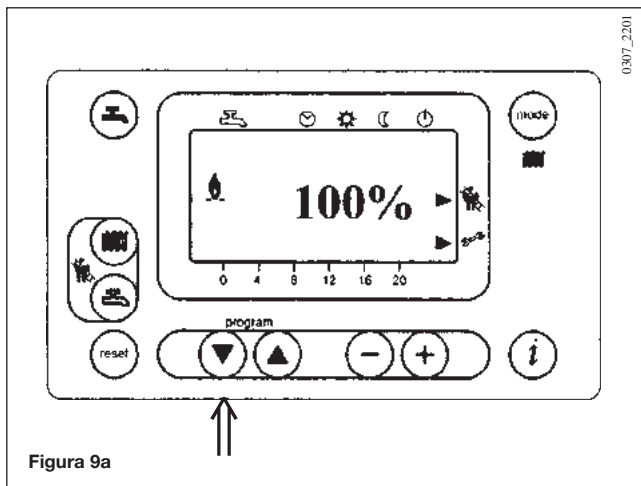

Figura 9a
- Activar el funcionamiento al caudal térmico máximo pulsando la tecla  (100% en el display de la figura 9a).
- Activar el funcionamiento al caudal térmico máximo pulsando la tecla  (100 % en el display de la figura 9a).